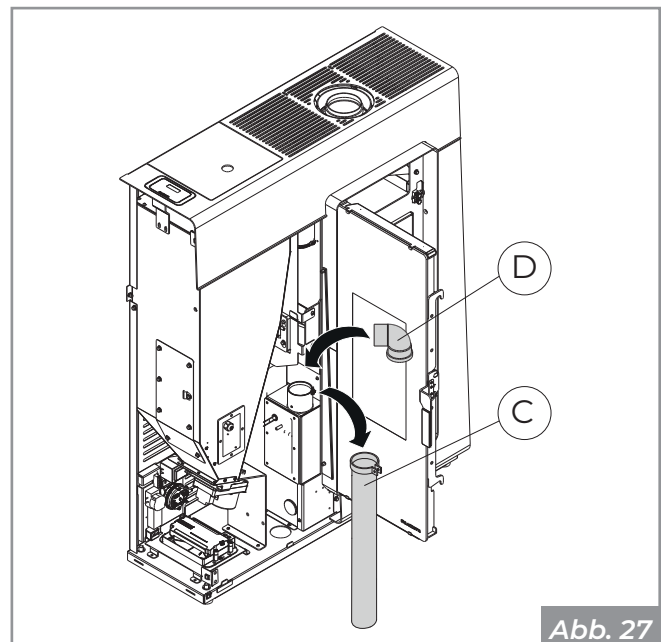

Abb. 27
- Entfernen Sie den Verbrennungsluftanschluss-schlauch (**C**) und führen Sie an seiner Stelle den mitgelieferten 90°-Bogen (**D**) ein (**Abb. 27**).